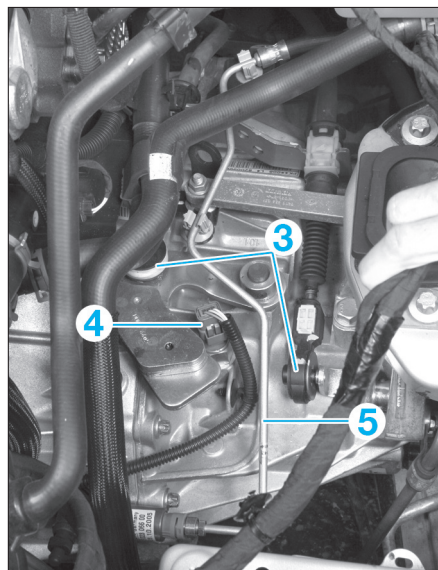

FIG. 2
- Désaccoupler les câbles de commande des vitesses (3), en pressant le centre de leur articulation afin de les dégager de leur rotule puis les libérer de leur support (fig. 2).